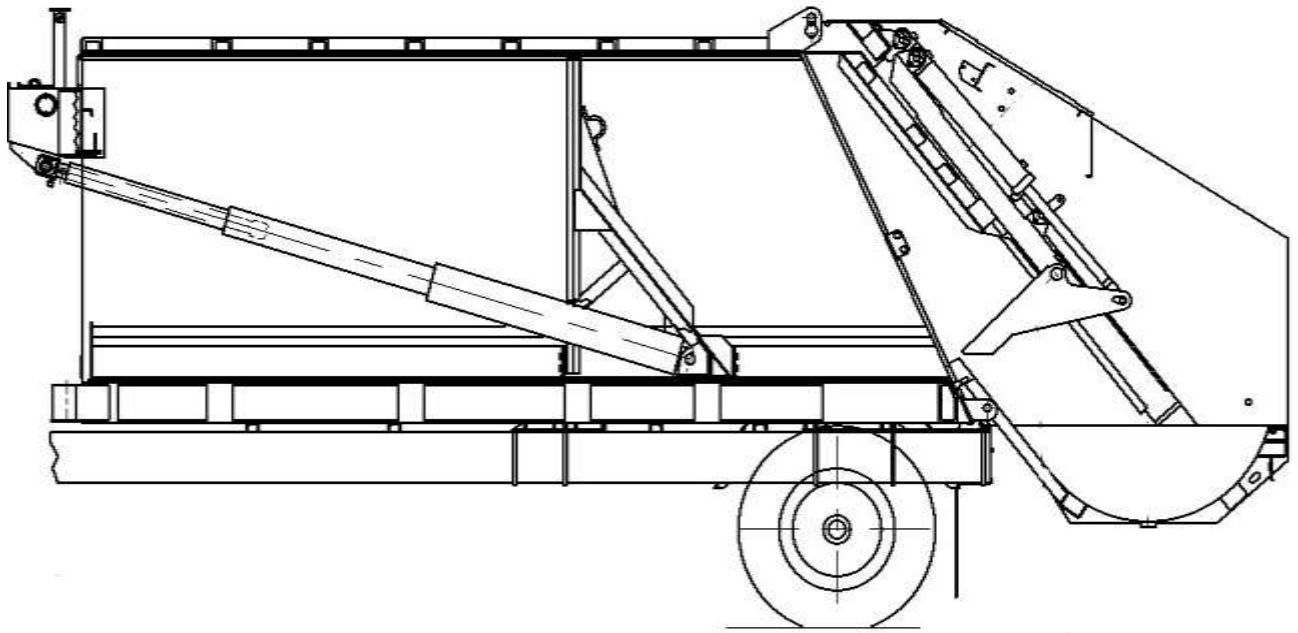

Рисунок 9. Вихідне положення сміттевозу
Працюють плити таким чином. Перед початком завантаження сміттям жолобу заднього борту плита загібна та плита подачі встановлюються у вихідне (верхнє) положення (показано на рис. 9). Обидві пари циліндрів, які рухають плити, при цьому максимально висунуті.
- перевірити роботу спеціального обладнання в холостому режимі та встановити його у вихідне положення (рис.9), гребінку маніпулятора підняти вгору;
- перевірити положення плит завантажувального механізму; плита подачі повинна бути піднята до верху заднього борту, загрібна підгорнута вниз і при цьому закриває вхід у кузов (див. рис. 9);